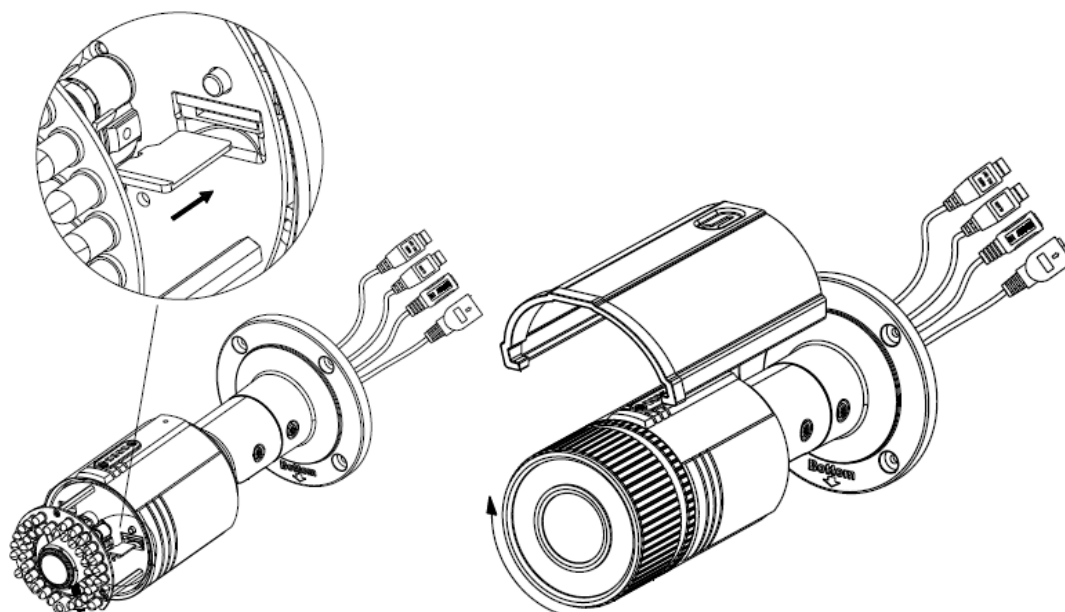

図 4-26 SD カードのインストール
5. 前面カバーを時計方向に回して、図 4-26(右)に示すように、矢印方向に沿ってサンシールドを取り付けます。